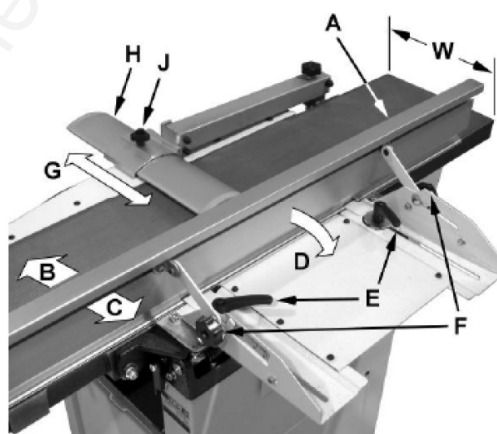

Fig. 10: Vandiktebank
In de juiste positie moet de beschermkap van de snijkop (H) tegen de aanslag (A, Fig. 10) rusten.
De aanslag (A, Fig. 10) kan naar voren (B) of naar achteren (C) worden verplaatst over de breedte (W) van de tafel. Hij kan ook tot 45 graden naar achteren worden gekanteld (D, fig. 10).
1. Draai de vergrendelknop (J, Fig. 10) los, schuif de beschermkap in positie en draai vervolgens de vergrendelknop weer vast.
- 2.1 Maak indien nodig de beschermkap van de snijkop los (H, Fig. 10), zodat de aanslag vrij kan bewegen zonder beperkt te worden door de beschermkap van de snijkop.
- 2.2 Maak de vergrendeling van de twee handgrepen van de aanslag los (E, Fig.10).
- 2.5.1 Maak de handgrepen los (F, Fig.10).
- 2.5.3 Draai de vergrendelingshendels (F, Fig. 10) vast.